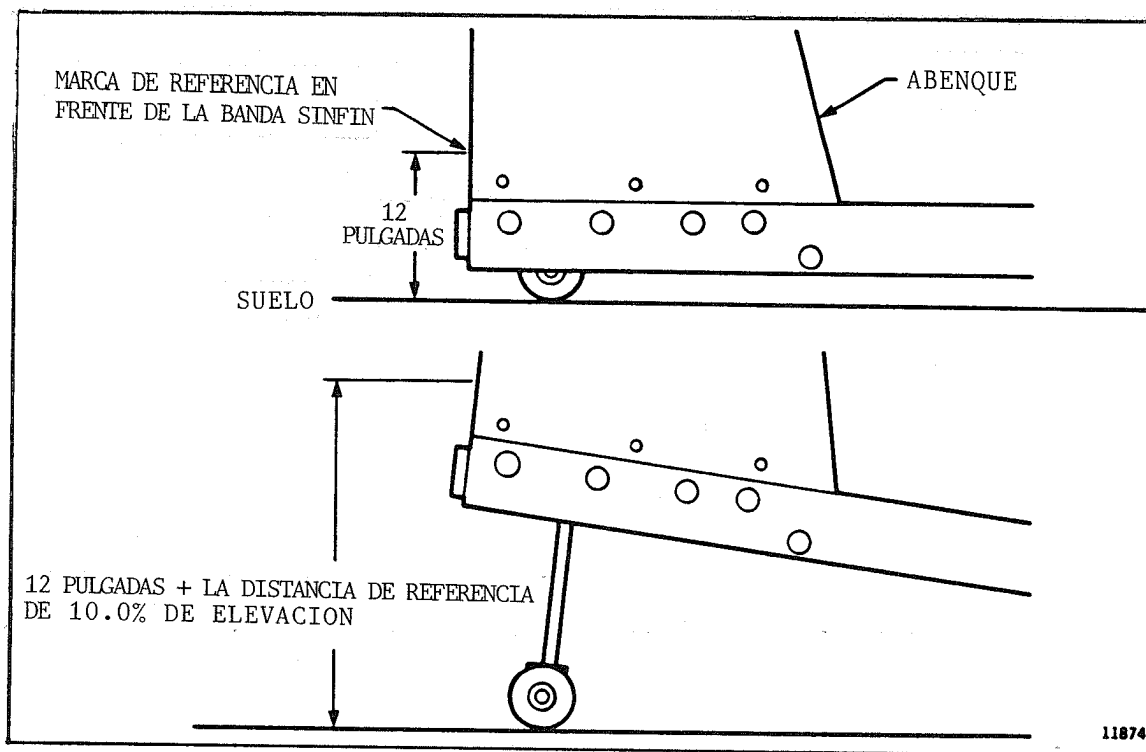

Figura 2
- d. Súmale la distancia de la referencia de la elevación 0.0% (12 pulgadas desde el suelo) para poder calcular la distancia de 10.0% de elevación. El resultado es la distancia desde el suelo que el punto de referencia de la elevación 0.0% debe ser elevada para producir una elevación de 10.0% en la correa de la banda sinfín (véase Figura 2).